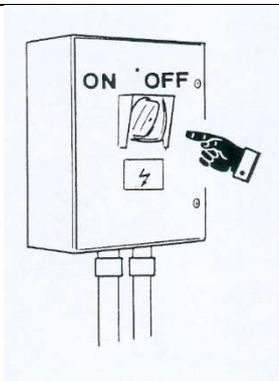

fig. 18
3. Compruebe la idoneidad de los espacios de maniobra (rotación) a disposición de la grúa de bandera, máxime si opera en áreas donde están presentes otras grúas u otras máquinas operadoras (fig.18).